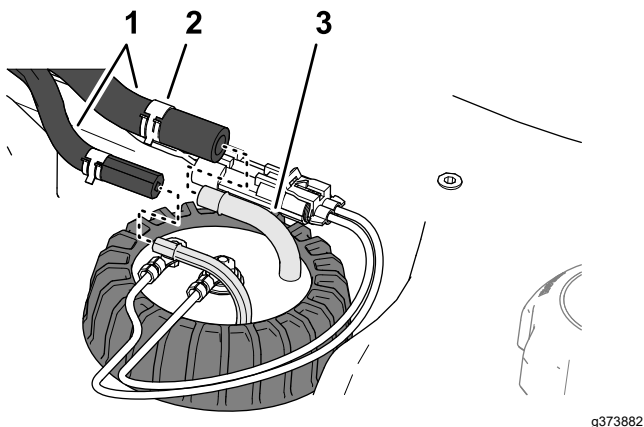

Figure 124
4. Éloignez les colliers qui fixent les flexibles sur les raccords vers l'intérieur du transmetteur de niveau de carburant, et débranchez les flexibles des raccords (Figure 124).